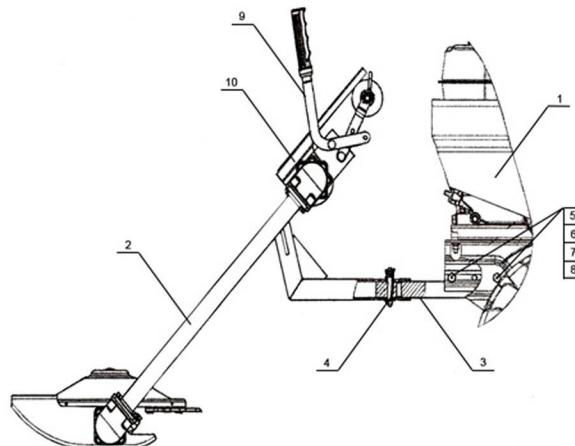

Рис.6
6.3.1 Установить подвеску переднюю 3 (Рис. 6) из комплекта косилки на мотоблок «Салют», закрепив её на раме болтами 5, гайками 6, шайбами 7 и 8; 6.3.2 Выполнить работы п.6.1.;
6.3.5 Установить косилку на подвеску переднюю 3 (Рис. 6) мотоблока и зафиксировать шплинтом 4 из комплекта поставки косилки; 6.3.6 Выполнить работы по п.6.2.4.